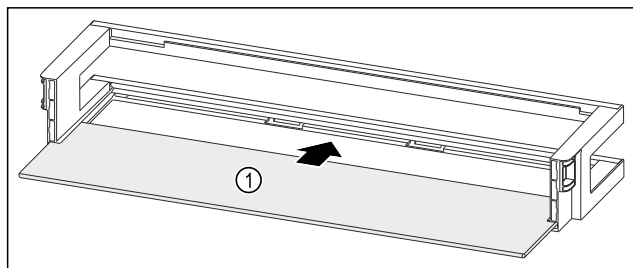

Fig. 141 Лотки на дверцятах з полицею
- Всуňte полицю Fig. 141 (1) в бокові пази.